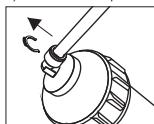

Рис. 1
1) Снять предохраняющий клипс с быстросъемной муфты (Рис. 1).